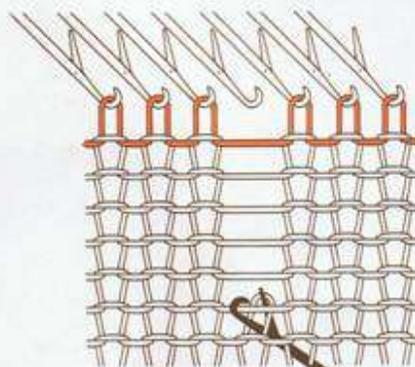

Fig. 95/A
- Tirer l'aiguille en arrière, le fil transversal est pris dans le crochet de l'aiguille (fig. 95-A).